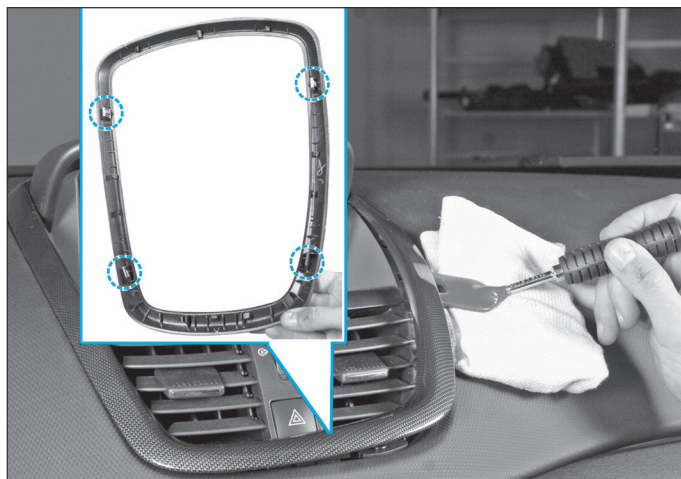

Fig. 43
- Dégrafer l'enjoliveur maintenu par 4 agrafes (Fig.43).